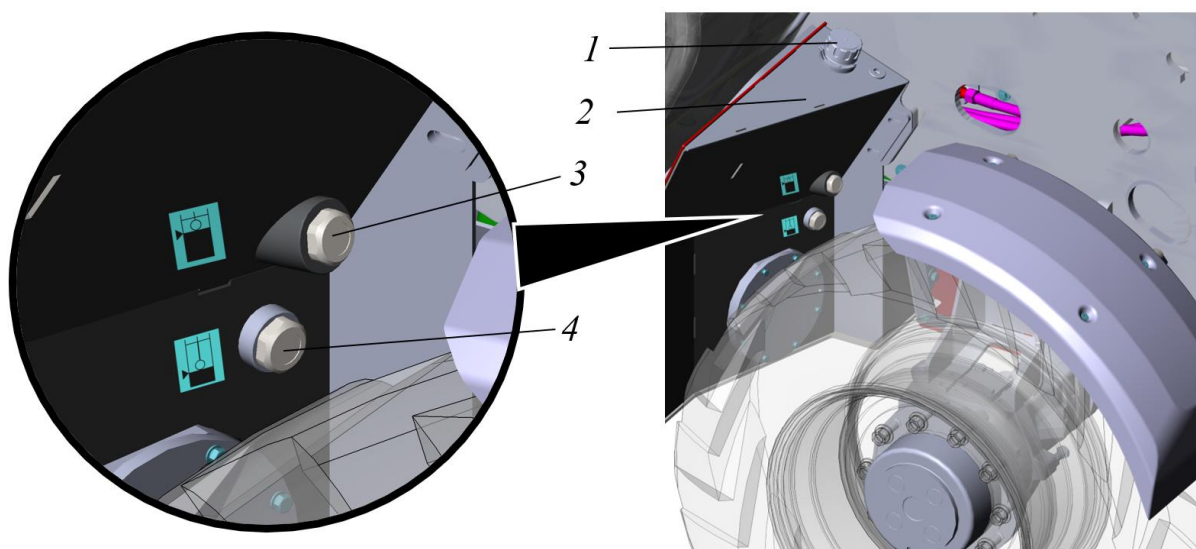

Рисунок 5.48. Заправка бака маслом и проверка уровня
- ▶ Снять крышку-сапун наливной горловины 1, рис. 5.48. И через наливную горловину заправить гидравлический бак 2 маслом до середины верхнего смотрового окна поз. 3.
- ▶ Закрыть крышку наливной горловины 1, рис. 5.48.